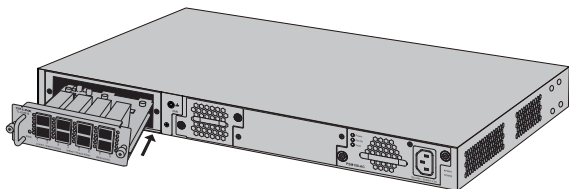

图2-2 接口模块扩展卡安装示意图二
3. 从包装袋中取出接口模块扩展卡，如图2-2所示，保证模块扩展卡上下方向正确（插槽和模块扩展卡有特殊的防呆设计，如果上下倒置，安装过程将不能顺利进行），用一只手握住模块扩展卡上的把手，另一只手托住底部，沿着插槽导轨平稳滑入，直到模块扩展卡完全进入插槽与交换机齐平。